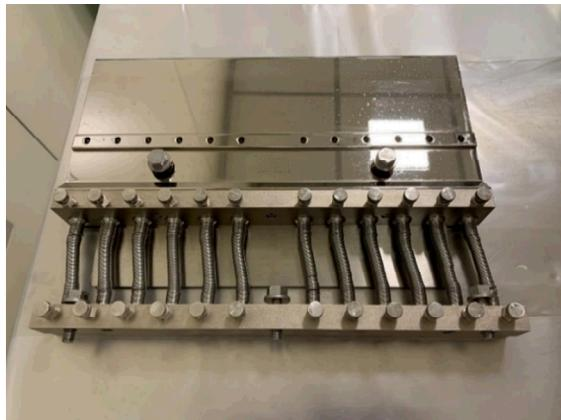

Fig.31
- Nell'ordine, scolare lo spinotto del blocco disintasamento pneumatico capsule e svitare i 2 pomelli cromati laterali, togliere il carter di protezione, quindi svitare le 5 viti di bloccaggio esagonali presenti e, infine, rimuovere il gruppo molle (fig. 31).